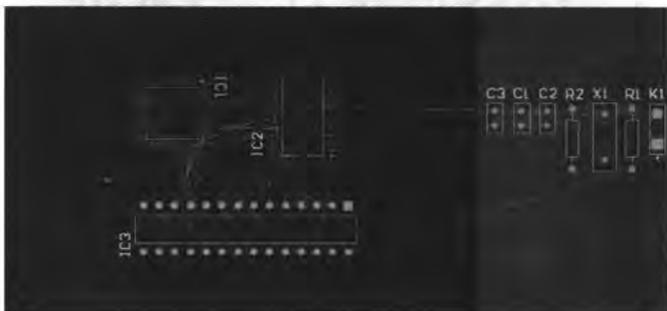

图 9-21 放置关键元器件
- [3] 用光标拖动关键元器件 IC1、IC2、IC3，放置在 PCB 的合适的位置处，如图 9-21 所示。